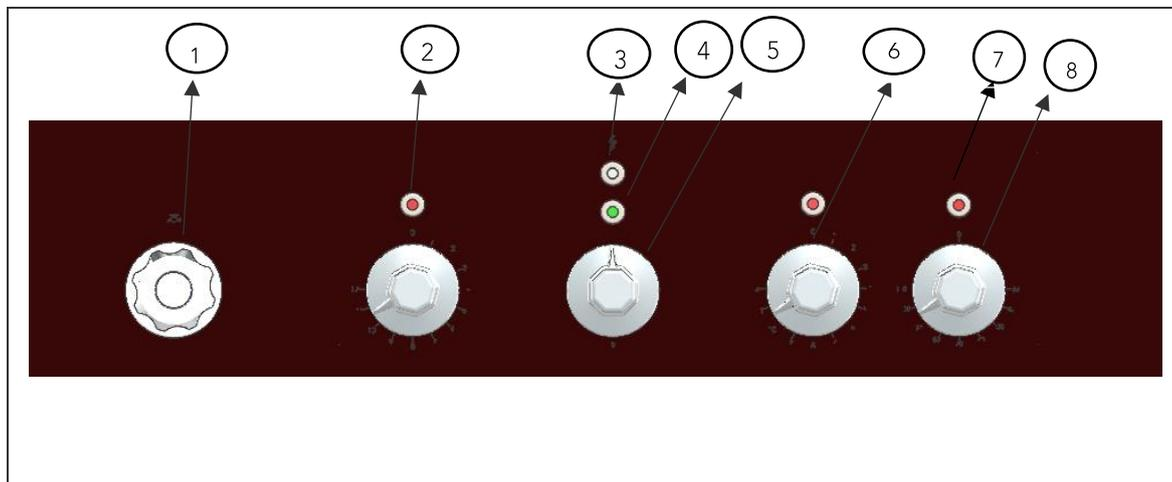

Fig. 1
L'appareil étant sous tension (voyant blanc allumé Fig1 Rep3)
- Tourner la manette du commutateur sur marche (Fig1 Rep5)
- Le voyant vert de fonctionnement s'allume. (Fig1 Rep4)
- Sélectionner la température désirée en agissant sur la manette du thermostat (Fig1 Rep6)
- Le voyant orange s'allume (Fig1 Rep2) lorsque la température est atteinte ce voyant s'éteint.
- Pour remplir la cuve tourner la manette du robinet d'eau. (Fig1 Rep1)
- Sélectionner la température désirée en agissant sur la manette du thermostat (Fig1 Rep8).
- Le voyant orange s'allume (Fig1 Rep7) lorsque la température est atteinte ce voyant s'éteint.